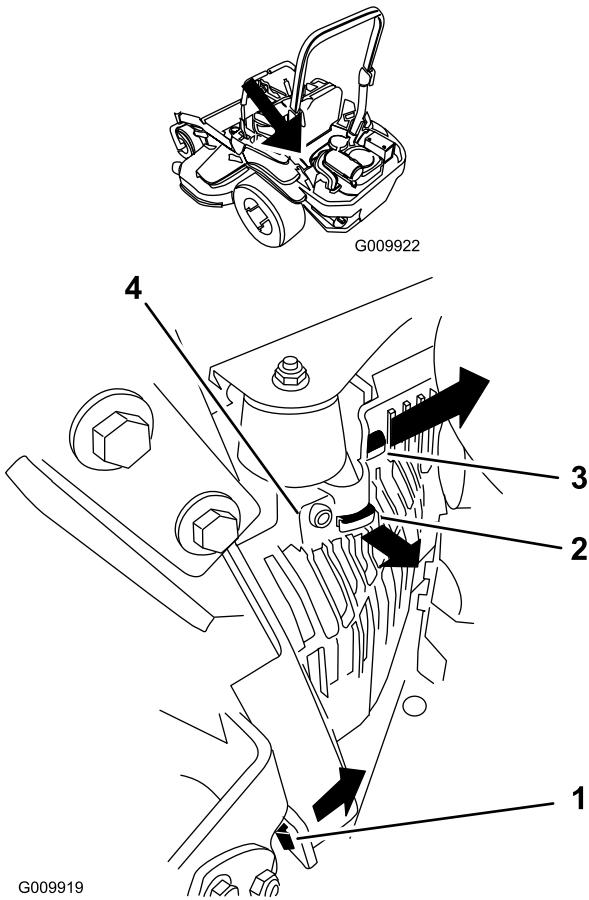

Figure 53
- Déposez le carénage de l'unité hydraulique dans l'ordre indiqué à la Figure 53, afin d'accéder à la bougie avant.
- Montez le carénage de l'unité hydraulique gauche (Figure 53).